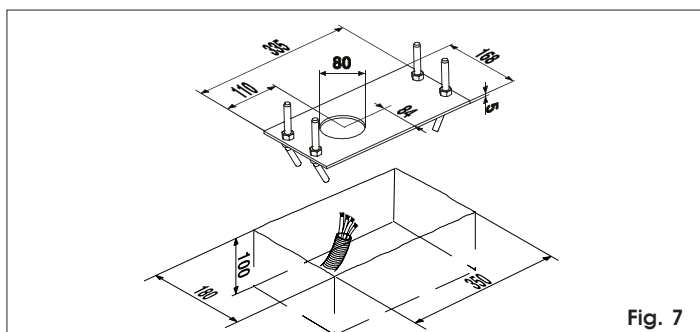

Fig. 7
- 3) Realice una zapata de cimentación como se indica en la Fig.7 y cubrir la placa de cimentación previendo una o varias vainas para el paso de los cables eléctricos. Compruebe la perfecta horizontalidad de la placa con un nivel de burbuja. Espere que fragüe el cemento.